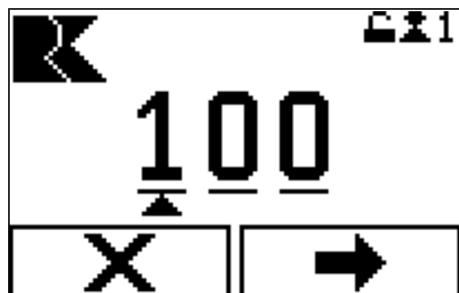

Abb. 43: Wert eingeben
3. ➤ Absolute Zielposition (Abb. 43) einstellen.